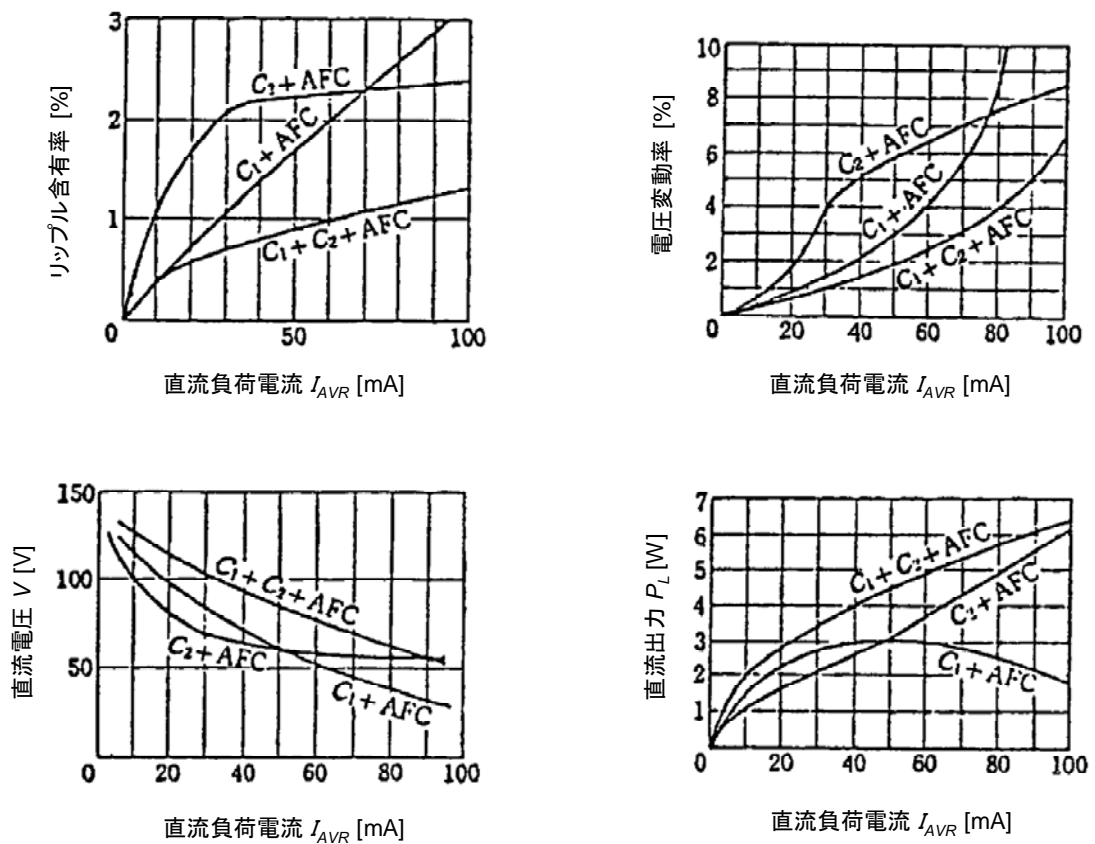

図 6. 平滑化フィルタの特性例
- (1) 各平滑化フィルタの特性を図 6 のようなグラフに表わし比較検討せよ。
- (2) 回路シミュレータ(LT spice)を使用して実験結果を考察せよ。ただし、回路シミュレータでのモデル化は電源トランスを除いた右側の回路だけでよい。LT spice の使い方はウェブに解説がある。
- (3) 整流出力特性をよりよくするには、平滑化フィルタを多段化して等価的にL、Cの値を大きくする方法がある。しかし、一般にはツェナーダイオードを使った直流安定化回路(電圧レギュレータ)が良く使われる。この動作原理を調べよ。
- (4) 本実験で使用したすべての種類の電圧計・電流計の適用周波数範囲を調べてまとめよ。